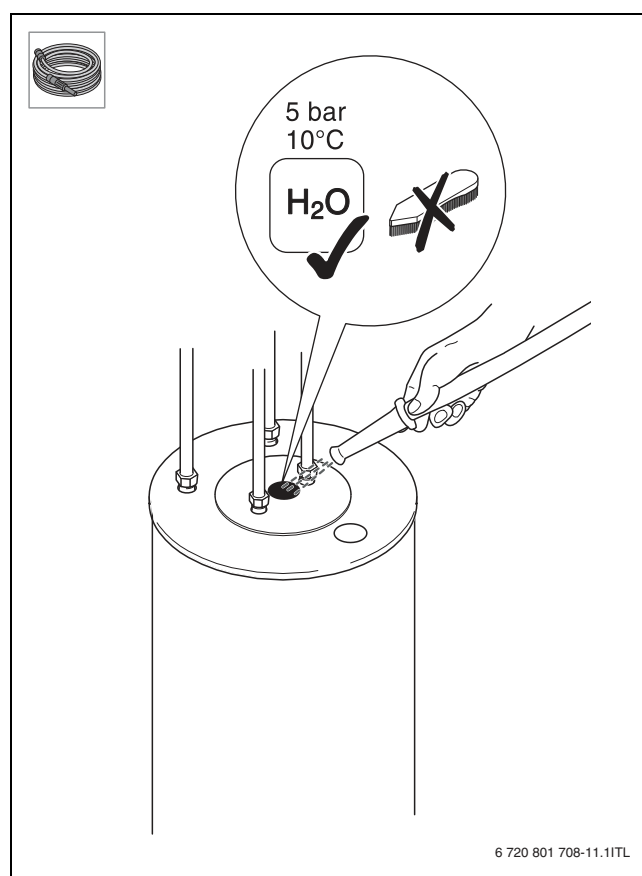

Fig. 15
- ▶ Промойте бак-водонагреватель (→ рис. 15, стр. 55).